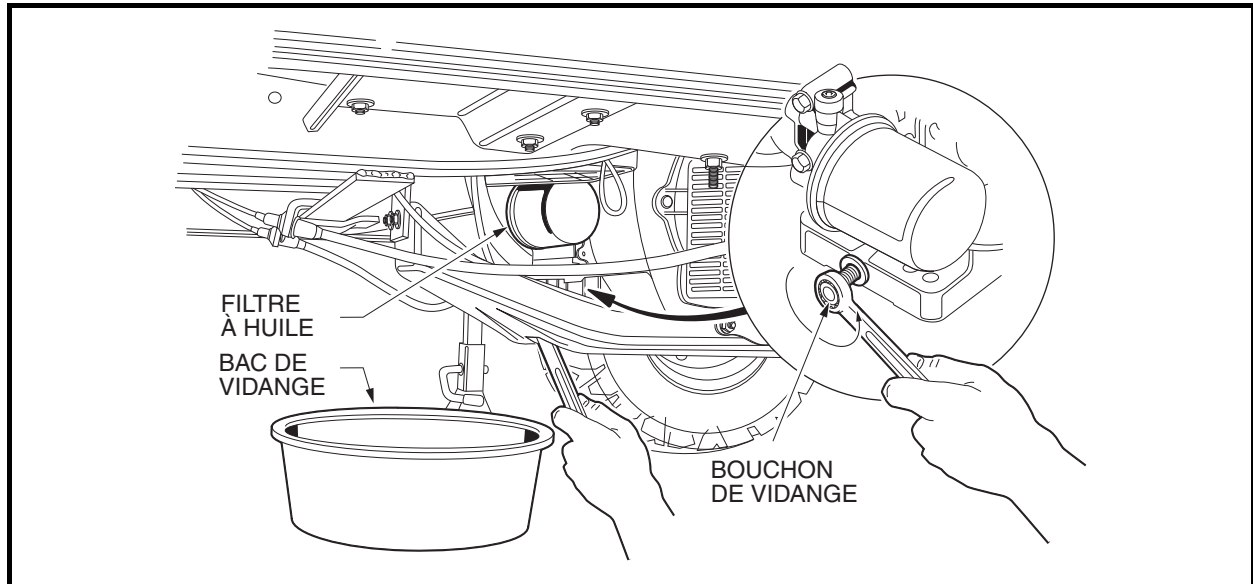

Figure 36 Bouchon et bac de vidange d'huile moteur
1. Tourner la clé de contact en position ARRÊT puis retirer la clé. Mettre le levier de marche avant/marche arrière en position POINT MORT (N). Caler les roues avant.
4. Placer un bac conçu pour les vidanges d'huile sous le bouchon de vidange avant (**Figure 36**).
8. Repositionner le bac de vidange d'huile sous le filtre à huile de moteur (**Figure 36**).